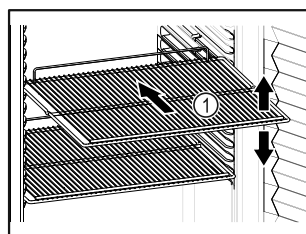

Fig. 47 Beispielhafte Darstellung
- ☐ Wenn Abstellroste *Fig. 47 (1)* versetzbar sind, je nach Höhe anpassen.